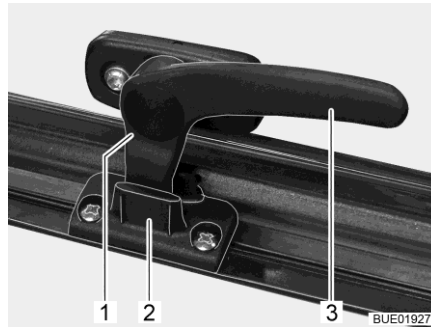

Bild 21 Verriegelungshebel (Stellung "Dauerbelüftung")
- in Stellung "Dauerbelüftung" (Bild 21)
- Den Verriegelungshebel (Bild 21,3) eine viertel Umdrehung zur Fenstermitte hin drehen.
- Den Verriegelungshebel eine viertel Umdrehung zum Fensterrahmen hin drehen. Die Verriegelungsnase (Bild 21,1) dabei in die Aussparung der Fensterverriegelung (Bild 21,2) einfahren.